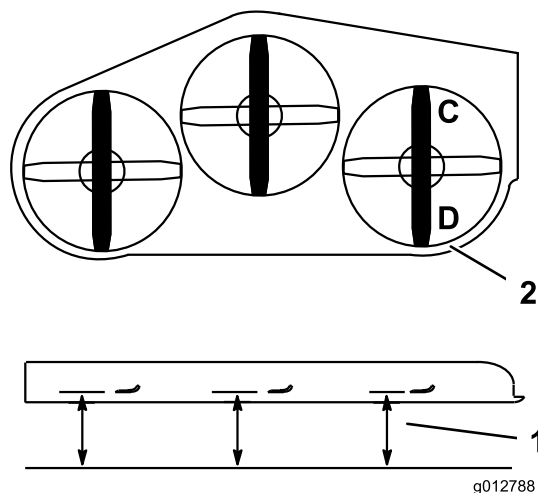

Figura 84
1. Coloque la cuchilla derecha en posición longitudinal (Figura 84).
2. Mida la cuchilla izquierda en la posición **C** desde una superficie nivelada hasta el filo de corte de la punta de la cuchilla, y anote esta medida (Figura 84).
3. Mida la cuchilla izquierda en la posición **D** desde una superficie nivelada hasta el filo de corte de la punta de la cuchilla, y anote esta medida (Figura 84).
4. La cuchilla del cortacésped debe estar entre 6 a 10 mm (1/4 a 3/8 pulgada) más baja en la posición **C** que en la posición **D** (Figura 84). Si la distancia no es correcta, continúe con los pasos siguientes.